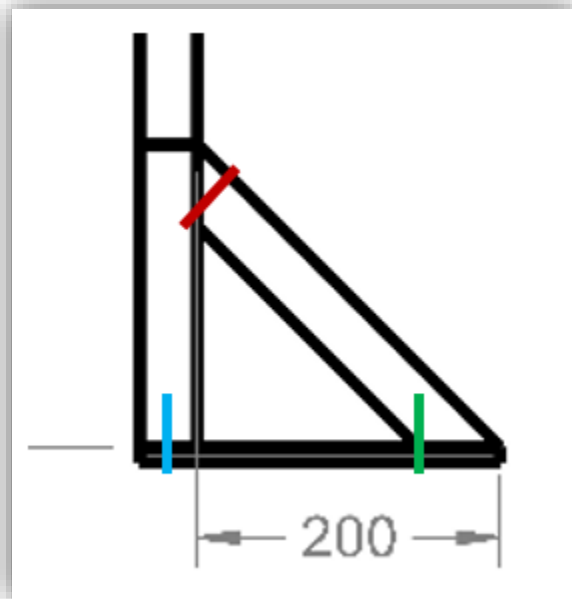

Figure 2 : Perçage du pilier
- 3) Positionner le pilier dans le coin d'une plaque et percer sur une longueur de 30 mm la plaque et la base du pilier. Le trou devrait se situer au centre du pilier, dans le sens de la longueur. Voir le rectangle bleu de la Figure 2 comme guide au perçage.
- 6) Percer sur une longueur de 30 mm en se référant au rectangle rouge à la Figure 2.
- 9) Percer la plaque et le support du pilier en se référant au rectangle vert sur la Figure 2.